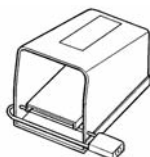

Figura 1 – Interruptor de pie con pestillo
- **Cuando el interruptor de pie no se use, trábelo con el pestillo.** (Vea la Figura 1). Esto evita que la máquina se eche a andar sin querer.